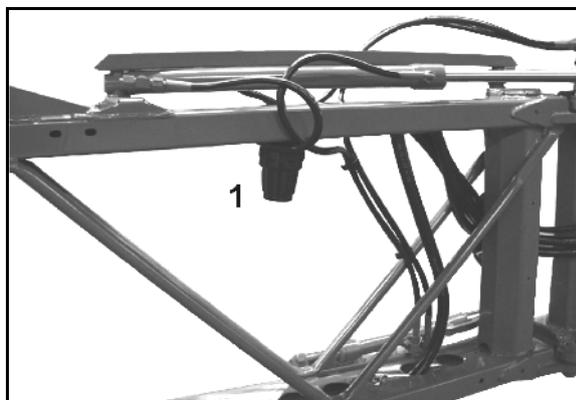

Fig. 205
2. Allentare le viti (Fig. 205/1).
3. Togliere il coperchio delle valvole (Fig. 205/2).
4. Controllare membrane del pistone (Fig. 205/4) e anello a cuneo (Fig. 205/5).
1. Allentare la vite (Fig. 205/3) e rimuovere la membrana del pistone (Fig. 205/4) insieme all'anello di ritegno dal pistone.